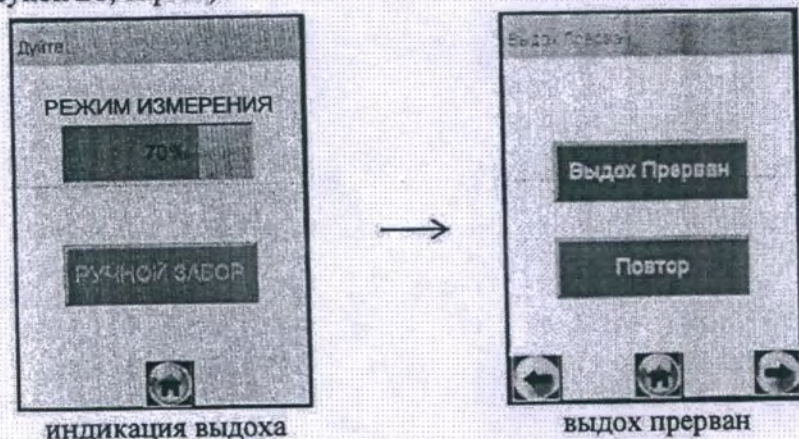
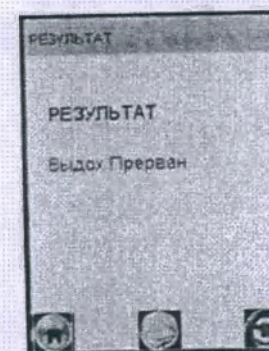

Рисунок 21 – Срыв дыхательной пробы
Рисунок 22 – Результат «Выдох Прерван»
2.8.22 Если при выполнении 2.8.13 настоящего РЭ проба выдыхаемого воздуха не будет соответствовать требуемым параметрам по расходу или объему (указанным в 1.2.5 настоящего РЭ), т.е. в случае прерывания выдоха, на экране отобразится окно «Выдох Прерван» (рисунок 21, справа).
Для этого при отображении на экране окна «Выдох Прерван» (рисунок 21, справа) нажмите виртуальную кнопку «Выдох Прерван» – на экране появится соответствующее сообщение (рисунок 22).